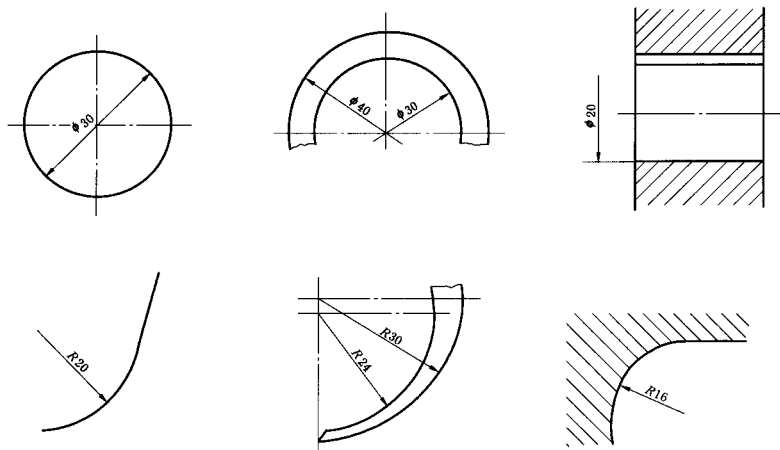

图 12 圆的直径和圆弧半径的注法
4.2.3 圆的直径和圆弧半径的尺寸线的终端应画成箭头, 并按图 12 所示的方法标注。